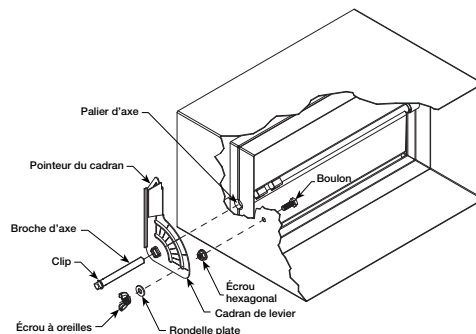

Figure 3 — Assemblage du cadran de levier
2. Enfiler la broche d'axe à travers le cadran du levier. Aligner le pointeur du cadran sur le clapet et enfiler la broche dans le clapet du registre. Voir la Figure 3.